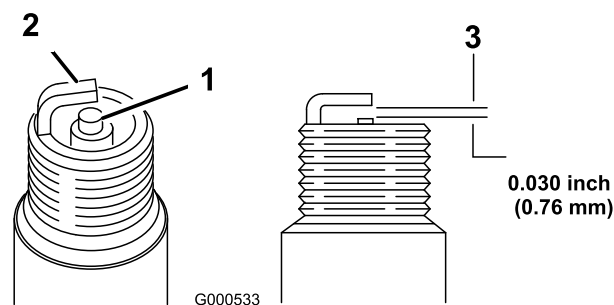

Figura 25
1. Controllate il centro della candela (Figura 25). Se l'isolatore è marrone chiaro o grigio, il motore funziona correttamente. Una patina nera sull'isolatore significa in genere che il filtro dell'aria è sporco.
2. Controllate la distanza tra gli elettrodi centrale e laterale (Figura 25). Piegare l'elettrodo laterale se la distanza non è corretta.